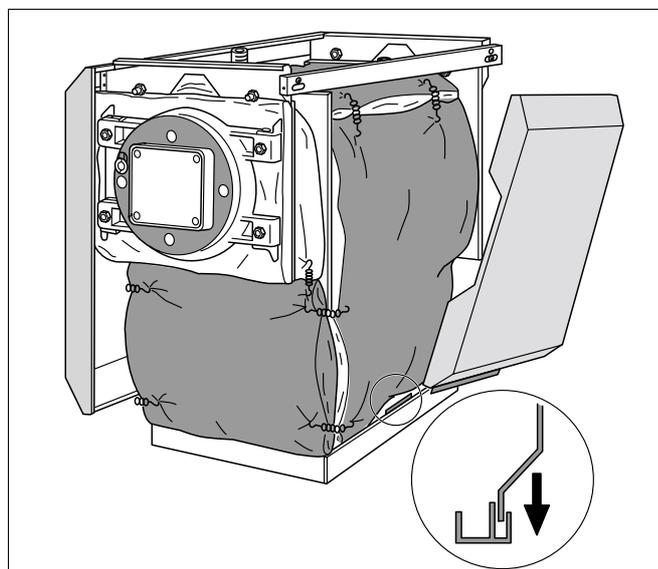

Fig. 9 Applicare i pannelli laterali
- Inserire i pannelli laterali in basso con la piegatura dietro al telaio della caldaia, al centro nella fessura (fig. 9).